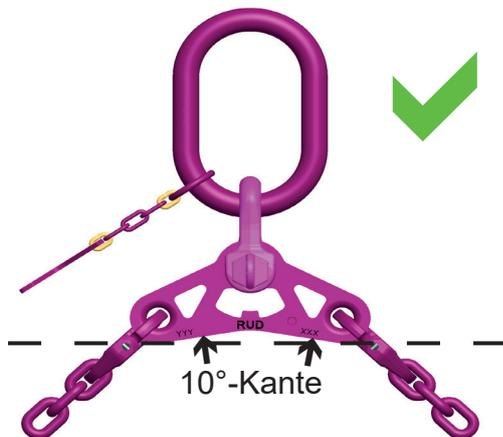

Abb. 17: Optimalfall - keine Schrägstellung der Wippe
- Beachten Sie, dass die ICE-Wippe unter Belastung nicht mehr als 10° geneigt sein darf (siehe Abb. 17-Abb. 19).